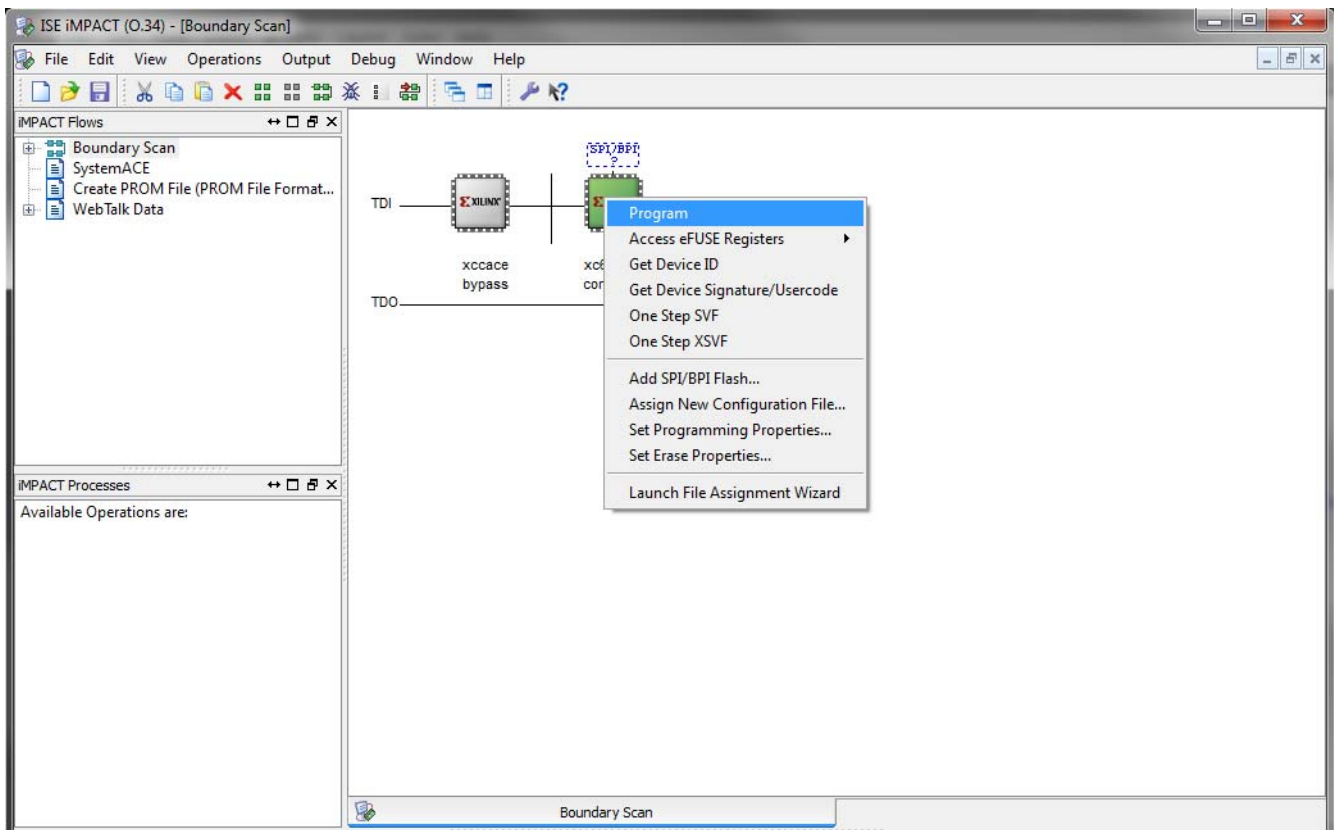

図 32 : iMPACT を使用したデバイスのコンフィギュレーション
7. xc6vlx240t を再び右クリックし、[Program] をクリックします (図 32)。